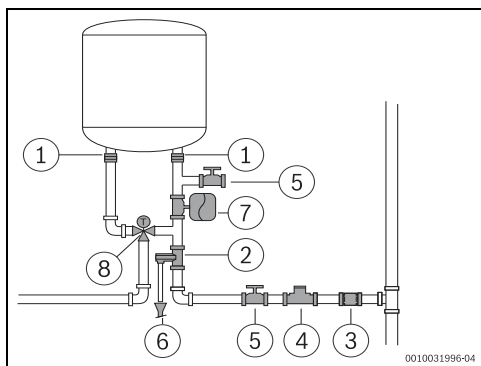

Fig. 10
- ▶ Il est recommandé d'installer un robinet thermostatique (Fig. 10, [8]) sur le tube de sortie de l'appareil si des tubes PEX sont utilisés. Il doit être réglé pour correspondre aux performances du matériel utilisé.
- Ne jamais installer d'accessoires (autres que ceux indiqués dans la fig. 10) entre la soupape de sécurité et l'entrée d'eau froide sanitaire (côté droit) de l'appareil.
- ▶ installer un réducteur de pression (Fig. 10, [4]). La soupape de sécurité se déclenche lorsque la pression d'eau dans l'appareil est supérieure à 8 bars (± 1 bar), et il est donc nécessaire de prévoir un moyen d'évacuer cette eau.
- ▶ installer un vase d'expansion (Fig. 10, [7]) pour empêcher l'ouverture trop fréquente de la soupape de sécurité. Le volume du vase d'expansion doit être équivalent à 5 % du volume de l'appareil.